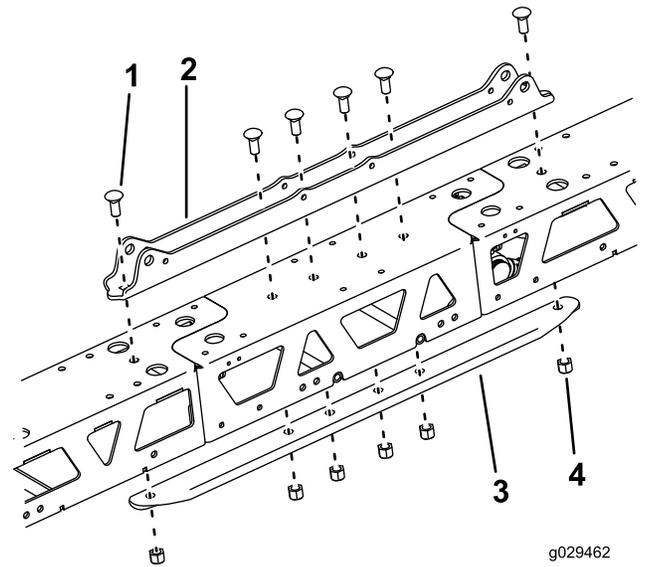

図 11
3. マウントプレートとチャンネルスティフナを取り付けるキャリッジボルト4本、ロックナット4個と、先に外したキャリッジボルト2本とロックナット2個を使用する 図 11。